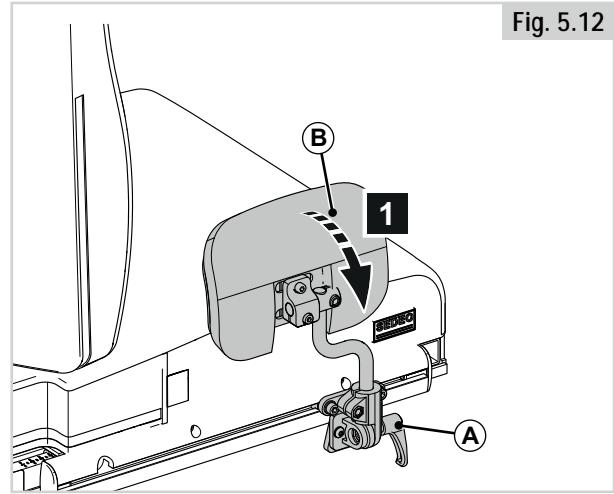

Fig. 5.12
5.7 Knästöd / Lårstöd (Fig. 5.12)